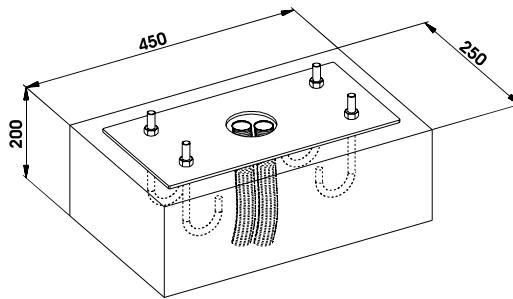

Abb.6
- Eine Fundamentplatte laut Abb. 6 (Bezug auf lehmigen Boden) herstellen.
- Die Grundplatte laut Abb. 6 einmauern und dabei eine oder mehrere Ummantelungen für den Durchgang der elektrischen Kabel vorsehen.